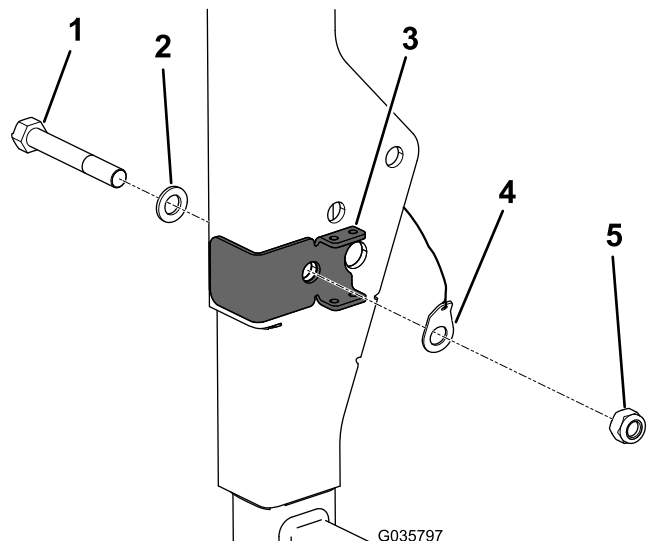

图2
3. 将 ROPS 支架中的孔与 ROPS 中的孔对齐，并用现有垫圈安装新螺栓（图2）。